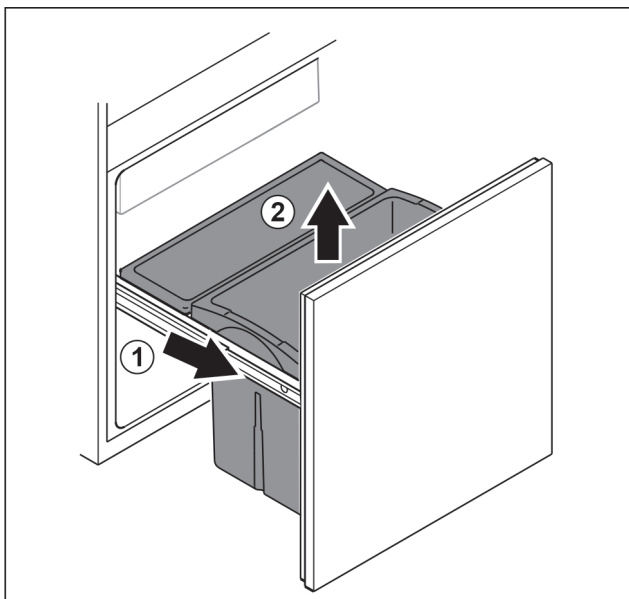

Fig. 97
- ▶ Uitschuifwagen tot de aanslag eruit trekken. Fig. 97 (1)
- ▶ Lade naar boven toe verwijderen. Fig. 97 (2)